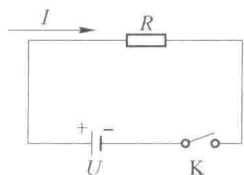

图 1.1.10 部分电路欧姆定律
(1) 部分电路欧姆定律，也称作外电路欧姆定律，它忽略电源内阻，把电源看成一个理想的电动势提供者，如图 1.1.10 所示。